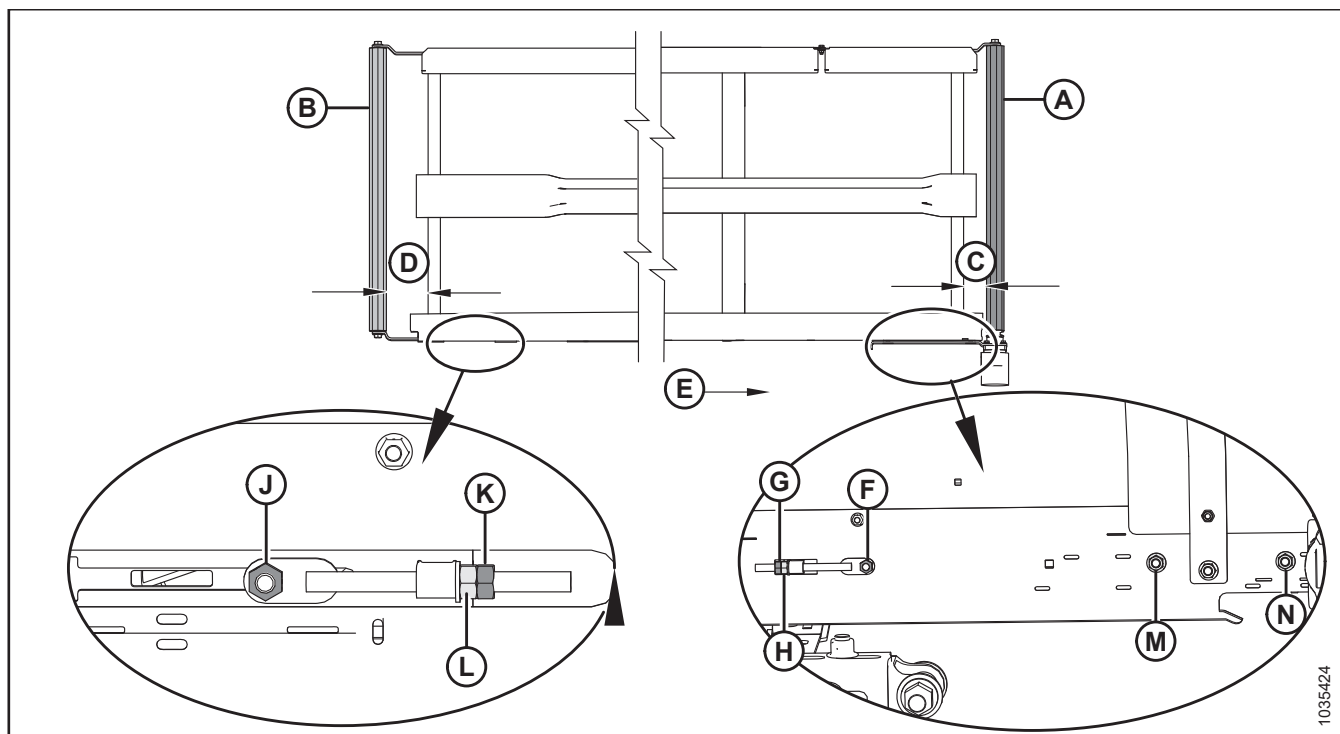

Рисунок 4.250: Регулировка хода полотна — левое полотно
2. Отрегулируйте приводной ролик (А), чтобы изменить параметр С (см. таблицу 4.2, страница 410 и рисунок 4.250, страница 410), выполнив следующее.
- a. Ослабьте гайки (F), (M) и (N), а также контргайку (G).
- b. Поверните регулировочную гайку (H).
- c. Затяните гайки (F), (M) и (N), а также контргайку (G).
3. Отрегулируйте натяжной ролик (В), чтобы изменить параметр D (см. таблицу 4.2, страница 410 и рисунок 4.250, страница 410), выполнив следующее.
- a. Ослабьте гайку (J) и контргайку (K).
- b. Поверните регулировочную гайку (L).